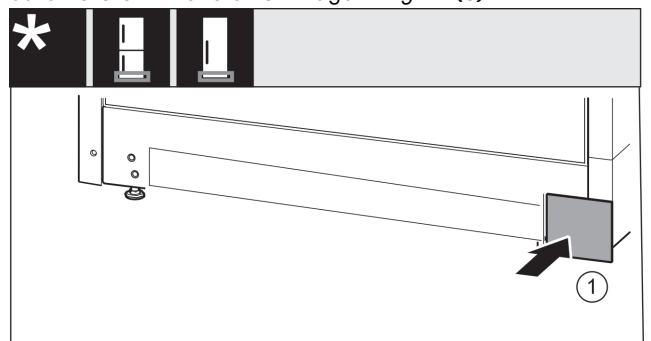

Fig. 20
- Uzlieciet atpakaļ pārsegu otrajā pusē. Fig. 20 (1)